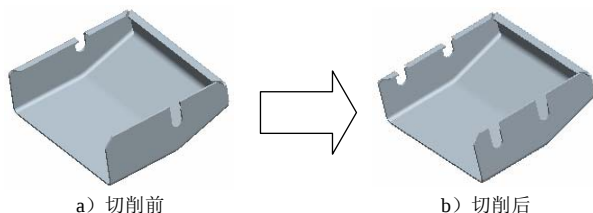
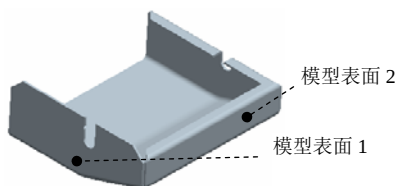
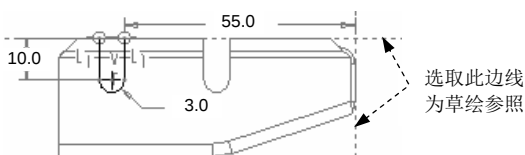
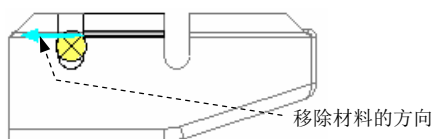

图 11.6.38 拉伸特征 3
图 11.6.39 草绘平面
图 11.6.40 截面草图
图 11.6.41 选取移除材料的方向
Step15. 创建图 11.6.38 所示的钣金拉伸切削特征 3。在操控板中单击  按钮，确认  按钮、 按钮和  按钮被按下；选取图 11.6.39 所示的模型表面 1 为草绘平面，选取模型表面 2 为参考平面，方向为右；单击 **草绘** 按钮，绘制图 11.6.40 所示的截面草图；接受图 11.6.41 所示的箭头方向为移除材料的方向，在操控板中定义拉伸类型为 , 选择材料移除的方向类型为 .